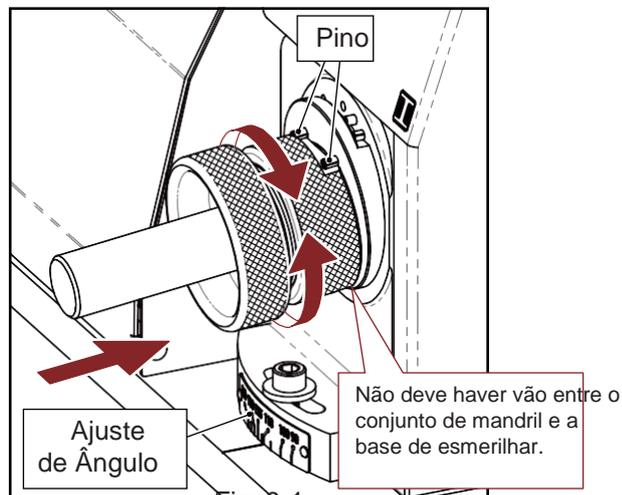
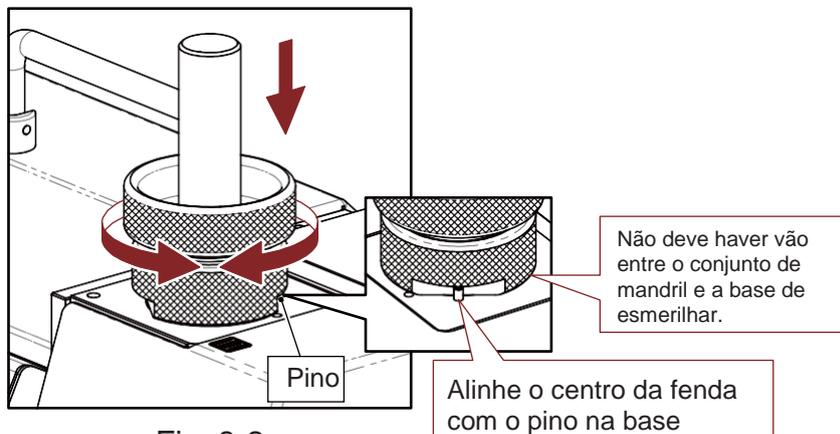

Fig. 8-1
Fig. 8-2
- ① Verifique a condição do bloco de posição. Entre em contato com seu agente para substituição.
- ② Durante a operação, verifique se o conjunto de mandril se conecta firmemente a qualquer base de esmerilhar sem vão. (Consulte a página 13, Fig 8-1 e Fig 8-2; página 14, Fig 8-3)
- ③ Verifique se a broca está firmemente presa pelo conjunto de mandril. (Veja a página 11 “3 Posicionamento da Broca”)
- ④ Verifique se o ângulo da ponta da broca corresponde ao ajuste do ângulo da ponta definido. Por exemplo, broca a 135°, o ajuste do ângulo da ponta definido deve ser ajustado para 135°
- ① Verifique a distância do conjunto de mandril (colar/suporte do colar/porcas de aperto).
- ② Verifique a broca; se a Hélice de uma broca apresentar rebarba ou estiver danificada, as partes devem ser eliminadas.
- ③ Verifique a broca; quando deformada, não pode ser usada.
- ④ Durante o esmerilhamento, não aplique pressão excessiva na base.
- ⑤ Verifique se a rosca de ajuste de ângulo da ponta definido está suficientemente presa.
- ⑥ Verifique se a superfície de contato da base de esmerilhar e do conjunto de mandril está limpa e sem cavacos.
- ⑦ Verifique a margem da broca; corte-a, se estiver danificada.
- ⑧ Durante o esmerilhamento, certifique-se de girar o conjunto de mandril completamente para a direita e para a esquerda.
- ① Para reduzir a espessura da alma ou núcleo de uma broca, ao inserir ou retirar o conjunto de mandril da base de redução da alma, certifique-se de que o pino esteja no meio da fenda. (Veja a página 13 da Fig. 8-2)
- ② Na troca do rebolo, o flange e o orifício central do rebolo devem ser mantidos limpos.
- ③ Certifique-se de que o lado da broca esteja completamente afiado, pois um esmerilhamento incompleto causará problema para o desbastador.
- ④ Durante o esmerilhamento, gire o conjunto de mandril no sentido horário e anti-horário até o fim na base de esmerilhar.
- ⑤ Verifique a distância do conjunto de mandril.
- ⑥ Verifique a distância da plataforma de redução da alma.
- ⑦ Durante o esmerilhamento, não aplique força excessiva para empurrar.
- ⑧ Verifique a condição da broca; se esta estiver deformada, não pode ser usada.
- ⑨ Verifique a broca; se a Hélice de uma broca apresentar rebarba ou estiver danificada, a parte deve ser eliminada.